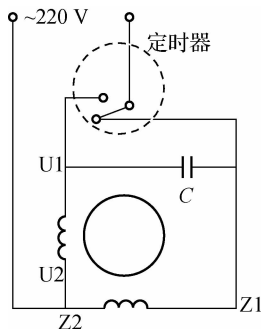

图 3-31 洗衣机电动机的正转、反转控制
(1) 只要任意改变工作绕组或起动绕组的首端、末端与电源的接线,就可改变旋转磁场的方向,从而使电动机反转。因为异步电动机的转向是从电流相位超前的绕组向电流相位落后的绕组旋转的,如果把其中的一个绕组反接,等于把这个绕组的电流相位改变了 $180^\circ$ 。假如原来这个绕组是超前 $90^\circ$ ,则改接后就变成了滞后 $90^\circ$ ,结果是旋转磁场的方向随之改变。
(2) 改变电容器的接法也可改变电动机的转向。若洗衣机需经常正转、反转,如图 3-31 所示。当定时器开关处于图中所处位置时,电容器串联在  $U_1U_2$  绕组上, $U_1U_2$  绕组上电流  $I_U$  超前于  $Z_1Z_2$  绕组上电流  $I_Z$  相位约  $90^\circ$ ,经过一定时间后,定时器开关将电容从  $U_1U_2$  绕组切断,串联到  $Z_1Z_2$  绕组上,则电流  $I_Z$  超前于  $I_U$  相位约  $90^\circ$ ,从而实现了电动机的反转。这种单相交流异步电动机的工作绕组与起动绕组可以互换,所以工作绕组、起动绕组的线圈匝数、粗细、占槽数都应相同。